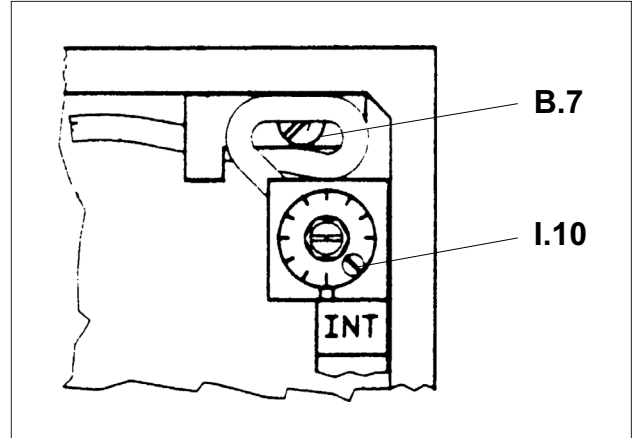

Bild 10: Integraleinheit
- Am PN600 die Schraube B.7 drehen, siehe Bild 10. Dadurch wird der I-Anteil über die Umschalteinheit geleitet.
Durch Drehen an der Schraube B.7 muss die interne Schlauchverbindung am PN600 abgeklemmt werden, siehe Bild 10.
Hinweis für PI-Regler (PN6x3): I-Anteil vor der Kontrolle mit den Einsteller (I.10) auf 1 stellen, siehe Bild 10. Die Kontrolle des Ausgangssignals sollte innerhalb einer Minute stattfinden.